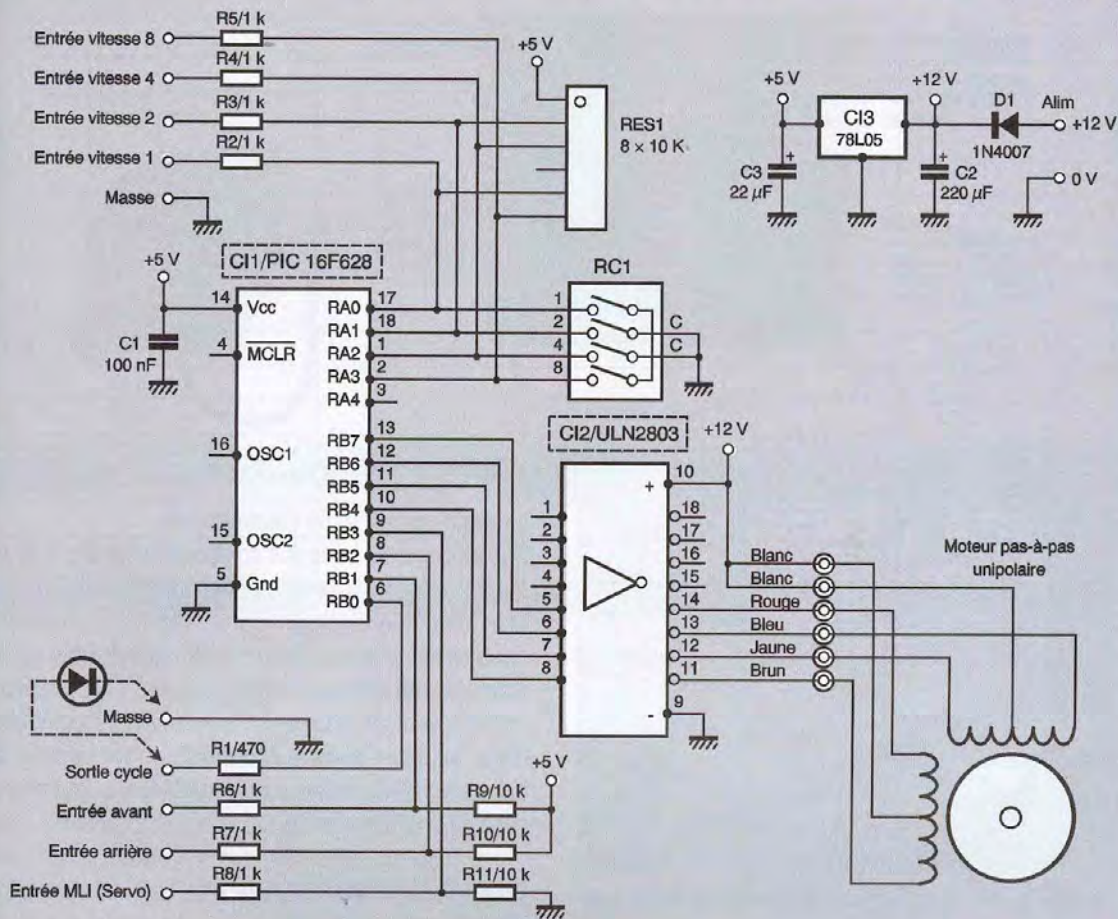

FIGURE 1
Le microcontrôleur Cl₁, employé ici, est un PIC16F628, digne successeur du PIC16F84. Le schéma de la **figure 1** montre un nombre restreint de composants dans son entourage ; profitons-en pour vous signaler que les pattes des composants, non raccordées et laissées en l'air, le sont volontairement.
► **FIGURE 1**